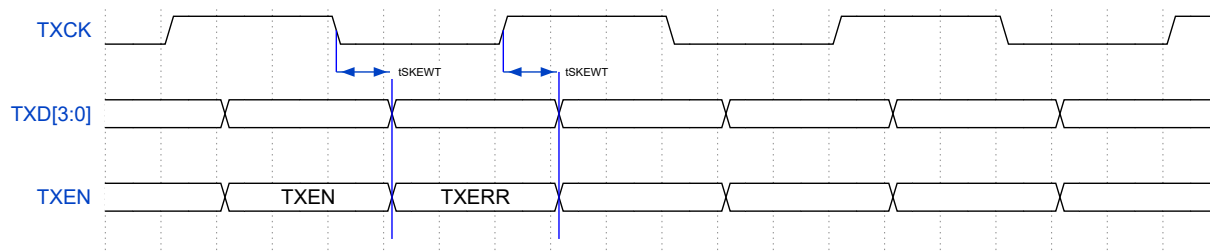
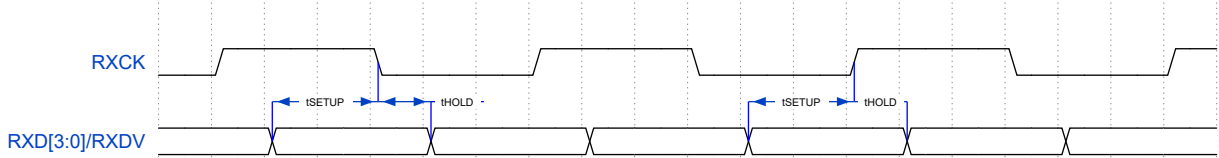

图 23: RGMII 发送信号时序图
图 24: RGMII 接收信号时序图
4.21.1.2 RGMII 接口 RGMII 接口对应时序如图 23,图 24和图 24。